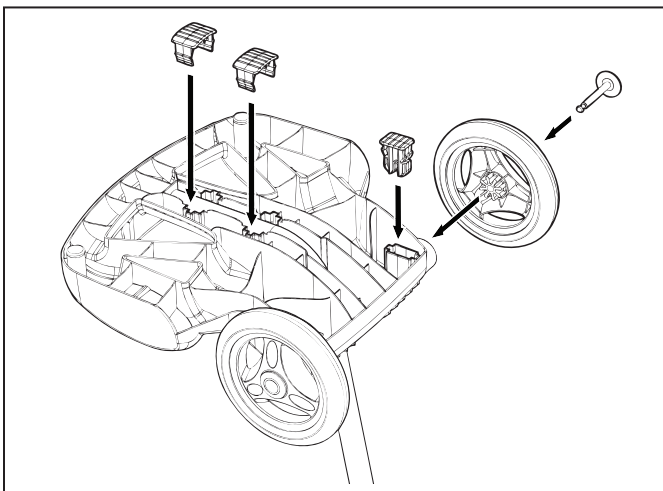

Figura 5. Coloque los bloques de apoyo a presión y sujete las ruedas
- Coloque dos bloques de apoyo a presión (Figura 5).
- Deslice el eje y el tapacubos por el centro de la rueda y sujételos a la unidad base. Coloque el clip de bloqueo para asegurar la rueda. Repita la operación para ajustar las dos ruedas (Figura 5).